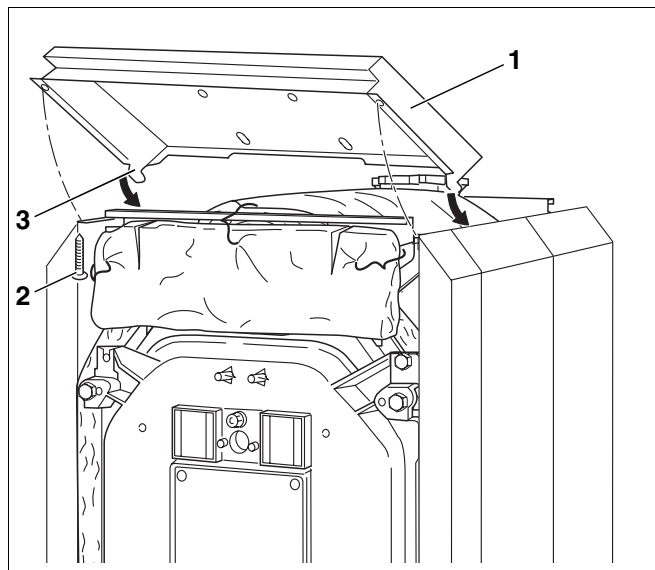

Fig. 52 Montarea capacului anterior
- Capacul anterior (fig. 52, **poz. 1**) cu cele două cârlige (fig. 52, **poz. 3**) se agață în pereții laterali anteriori.
- Capacul anterior se fixează cu două șuruburi de tablă, (fig. 52, **poz. 2**) de jos, de șina longitudinală.